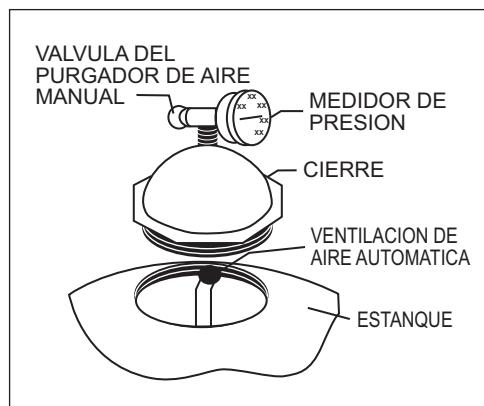

Figura 1.
10. Pivotee el difusor fuera del centro del estanque en los TR40, 60, TR60 ClearPro, 100 y 140 rotando el conjunto del difusor en el sentido contrario en que giran las manillas del reloj. (**AVISO:** El conjunto del multidifusor no se debe mover en los modelos TR100HD, TR100C, TR100C-3 y TR140C, TR140C-3. Después de instalar el material del filtro tal como se ha dcscrito a continuación revise para verificar que las partes superiores de los difusores estén paralelas con la parte superior de la capa do arena.) Llene el estanque con agua hasta alrededor de la mitad. Vacíe gravilla primero (si se va a usar) y luego arena en la parte superior del filtro lentamente de modo que el impacto del material del filtro no daño los laterales. Vea la información en la Tabla 2 en este manual para verificar la cantidad de arena y grava adecuada. Llene el filtro al nivel adecuado para mantener el espacio libre (vea la Tabla 2). Pivotee el conjunto del difusor de nuevo a su posición vertical si es que se movió. Asegúrese que la ventilación de aire automática está sobresaliéndose en la parte superior del cierre tal como se indica a continuación en la Figura 1. Asegúrese que la ventilación de aire automática está en el centro del cierre del filtro. Lave toda la arena alrededor de la abertura roscada en la parte superior del estanque.